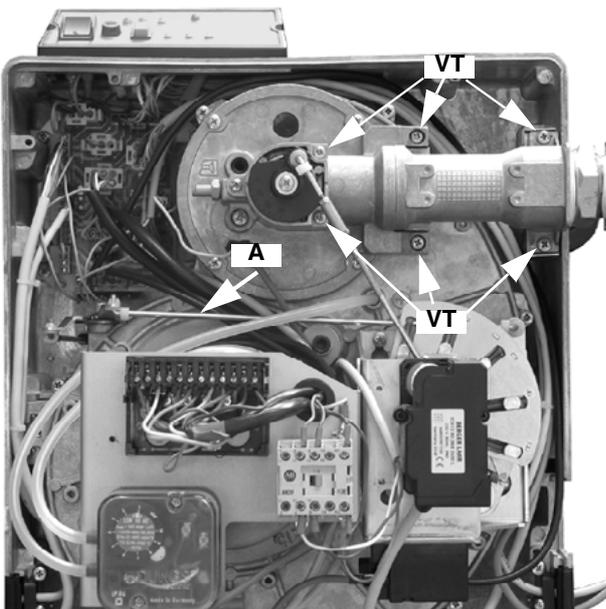

Fig. 61
- 5 Quite la varilla A de mando de la compuerta de aire (Fig. 61).